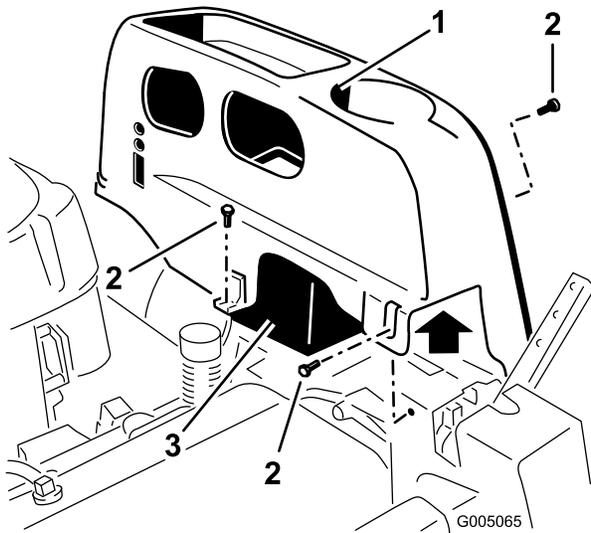

Bild 26
2. Nehmen Sie die TORX® Kopfschrauben (T25) ab, mit denen die linke Abdeckung am Rahmen befestigt ist, wie in Bild 26 dargestellt.